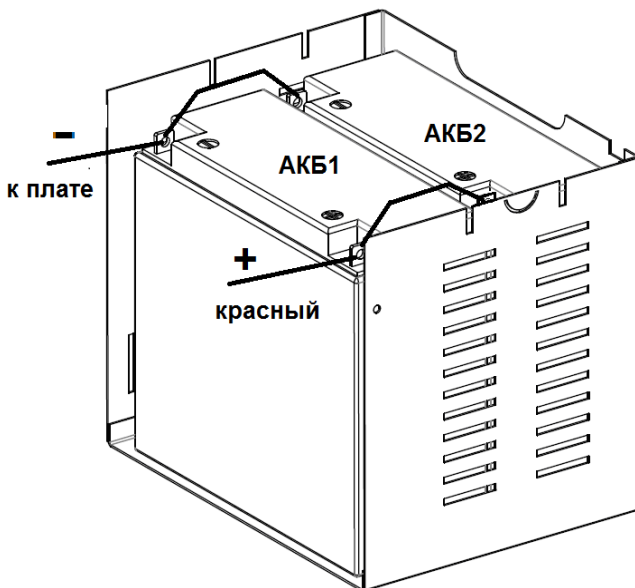

Рисунок 6 - Параллельное подключение 2-х АКБ 17 Ач.
- установить в корпус АКБ (в случае установки двух АКБ - см. рис. 6)